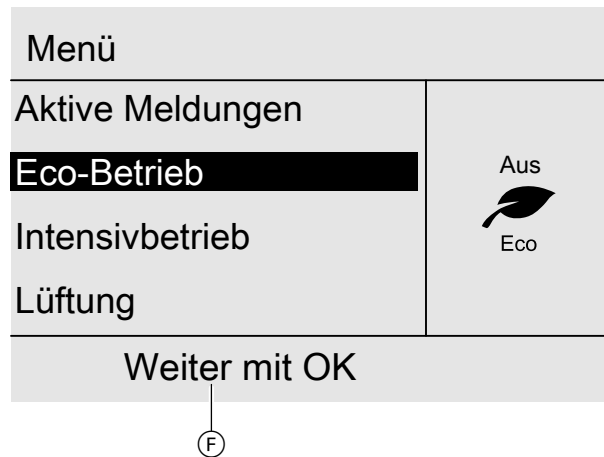

Abb. 3
2. Drücken Sie die Taste **≡**. Sie gelangen in das erweiterte Menü: Siehe vorheriges Kapitel. Der gewählte Menüpunkt ist schwarz hinterlegt. In der Dialogzeile ⓕ erhalten Sie die erforderlichen Handlungsanweisungen: Siehe Abb. 3.